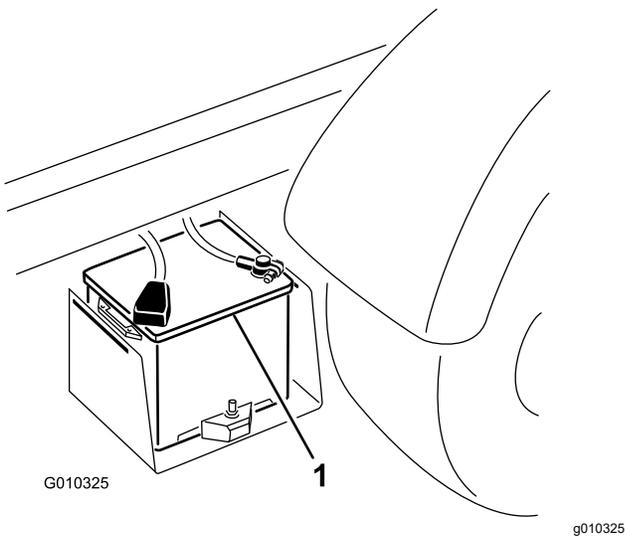

図 42
2. 2 台のバッテリーのプラス 端子同士をブースターケーブルでつなぐ 図 42。